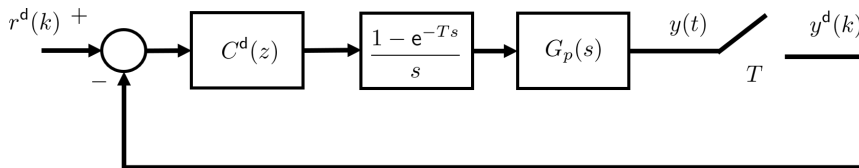

Figure 1: 폐루프 제어 시스템
b. MATLAB의 `step` 함수를 이용하여  $C^d(z) = C_{\text{lag}}^d(z)$ 일 때의 Figure 1의 폐루프 시스템의 단위 계단 응답을 그리세요.
a.  $C^d(z) = K_p$ 라 하고, Figure 1의 폐루프 시스템을 안정하도록 하는  $K_p$ 의 최대값  $K_p^*$ 를 찾으세요.
로 하고, Figure 1의 폐루프 시스템을 안정하도록 하는  $K_i$ 의 최대값  $K_i^*$ 를 찾으세요.
로 하고, `step` 함수를 이용하여 Figure 1의 폐루프 시스템의 단위계단 응답을 그리세요.